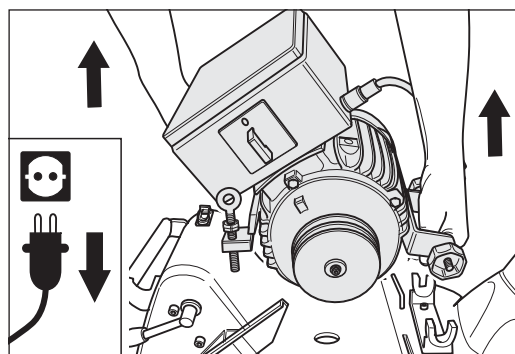

Abb. 29 Den Motor von der Maschine abnehmen.
- 10 Nehmen Sie den Motor vom Maschinengehäuse ab (Abb. 29) und sichern Sie ihn beim Transport gegen das Verrutschen und Beschädigungen!